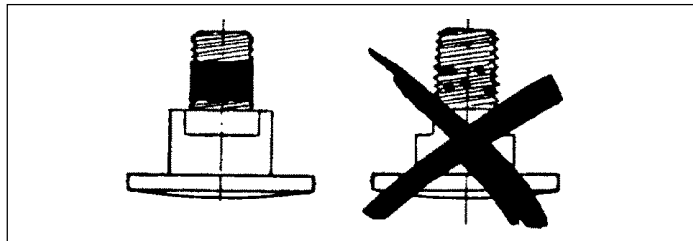

Abb. 22
- Die **selbstbremsende Schicht** der Befestigungsschraube fehlt oder ist zu stark verschlissen (die Schraube sollte mindestens alle 5 Anschraubvorgänge ersetzt werden (Abb. 22).